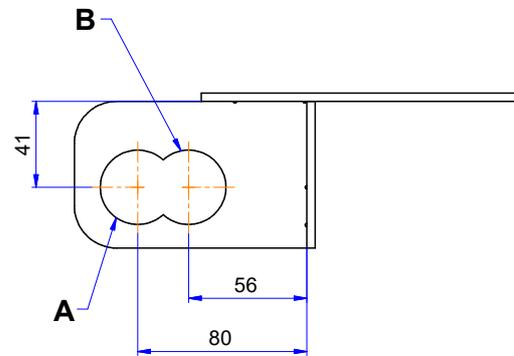

Abb. 26. Montagemöglichkeiten, vorrichtung
6. Montieren Sie die Hubarme an den Ösen der Vorrichtung. Bei Ausstattung der Bordwand mit einem Spritzschutz ist Stellung A zu verwenden, ansonsten Stellung B. Siehe Abb. 26. Benutzen Sie die normalen Führungsbolzen der Stahlbordwand. Messen Sie den entsprechenden Abstand zwischen Hubarm und Ladefläche, wenn eine Montage mit der Montagevorrichtung nicht möglich ist, siehe Abb. 26.